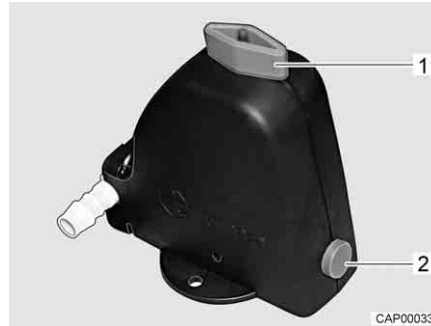

Bild 246 Säkerhets-/avtappningsventil (Truma)
- Öppna säkerhets-/avtappningsventilen (Truma). Vrid då vredet (Bild 246,1) mot säkerhets-/avtappningsventilen. Tryckknappen (Bild 246,2) skjuts ut.